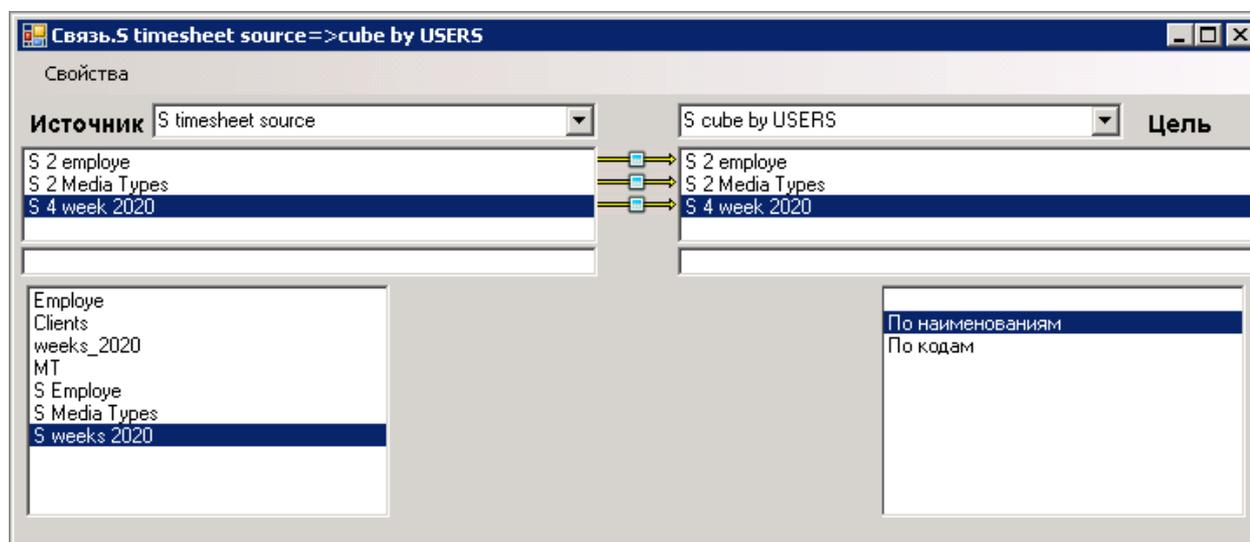

Рисунок 67
4) Создать связь между **отчетным** кубом и кубом **отображения**, с помощью ранее созданных в П.3 таблиц распределения (рисунок 67).